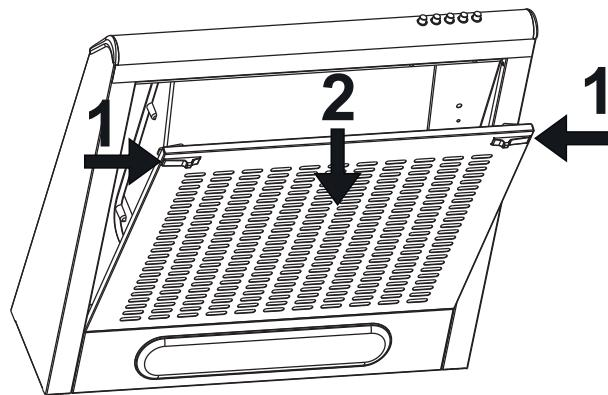
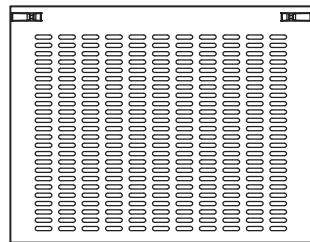

Рис. 8
Рис. 10
Для зняття перфорованої решітки (**рис.8**) слід звести замки **1** і потягнувши на себе **вниз 2**, зняти її. Установка фільтра виконується у зворотному порядку.
- зняти перфоровану решітку **1** (**рис.8**), формат решіток вказано на (**рис.10**);